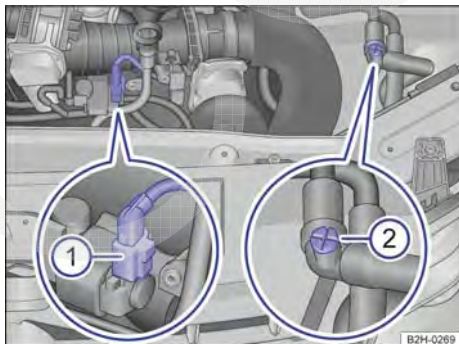

Fig. 152 No compartimento do motor: conector ① e válvula de ventilação manual ②.
4.	Abrir a válvula de ventilação manual → Fig. 152 ② em cerca de 3 voltas em sentido anti-horário.
6.	Remover o conector ao lado da vareta de medição de óleo → Fig. 152 ① e fixar. Não conectar o conector novamente até a visita à oficina.